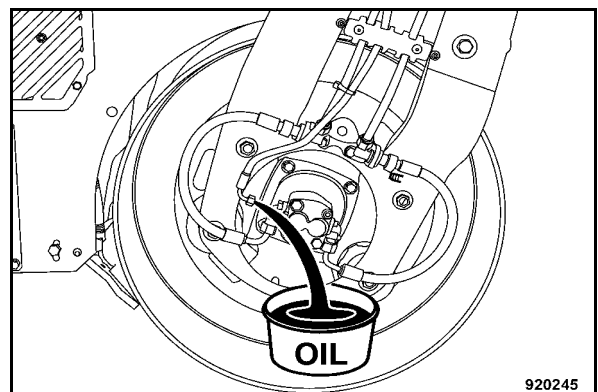

Fig. 168
- Débrancher la conduite d'huile de fuite avant droite (Fig. 168) et laisser écouler l'huile dans un récipient approprié.